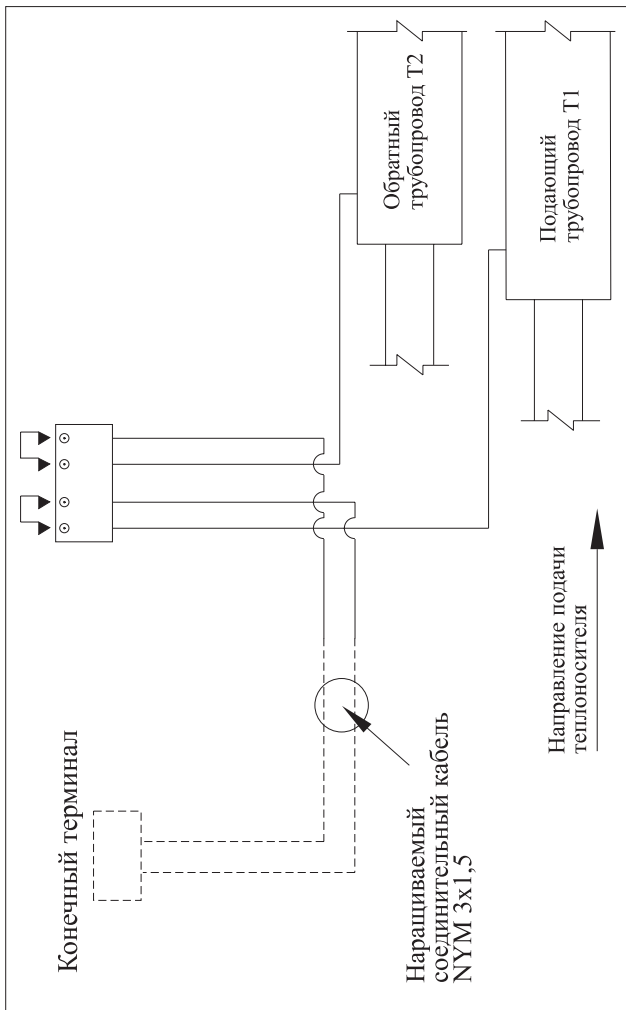

Рис. 3 «Подсоединение/наращивание кабеля к двухтрубной системе ОДК»
- 2.2. Подсоединение/наращивание кабеля к двухтрубной системе ОДК - **Рис. 3, 8.**